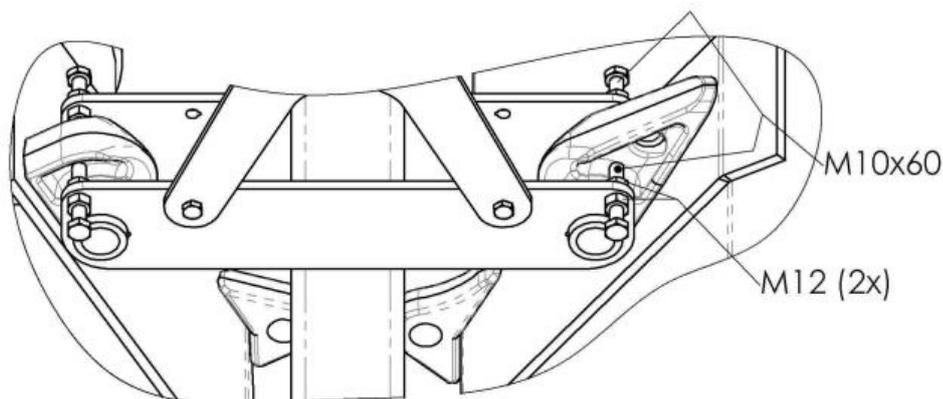

Figura 5 - Sicurezza per attrezzi da caricatore frontale
- d. L'attrezzo appeso va inoltre protetto da sollevamento o cadute accidentali (Figura 5). A questo scopo il supporto è provvisto di due viti, situate su entrambi i lati dei ganci, nel corrispondente alloggiamento, che vanno avvitate e assicurate con i controdadi. A questo punto sarà ancora possibile variare l'inclinazione dell'attrezzo, mentre sarà impedito il sollevamento dal perno del gancio. Senza questa misura di sicurezza, l'attrezzo non può restare sul supporto. Non si possono collocare sul supporto gli attrezzi i cui ganci non sono compatibili con i corrispondenti alloggiamenti.